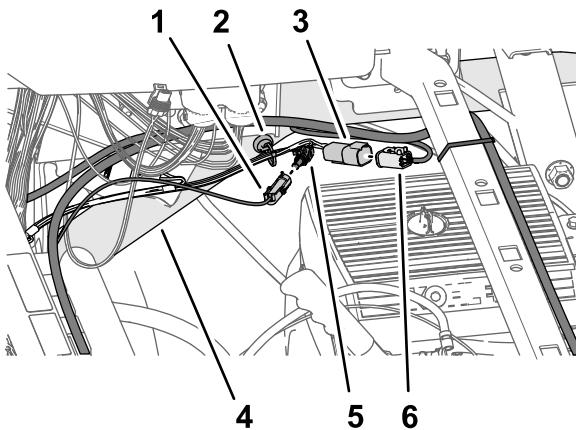

Рисунок 202
3. Подсоедините 1-штыревой разъем жгута проводов аккумуляторной батареи с маркировкой ***IMPORTANT*** ONLY CONNECT THIS WIRE TO SWITCHED 12V POWER SOURCE [*!*ВАЖНАЯ ИНФОРМАЦИЯ!*!*] Подсоединяйте этот провод только к коммутируемому источнику питания на 12 В] к 1-гнездовому разъему ответвления жгута проводов длиной 66 см из комплекта (Рисунок 202) с маркировкой SW'D PWR FOR GEN 2 TOPCON [КОММУТИРУЕМОЕ ПИТАНИЕ ДЛЯ ВЕРХ. СОЕД. 2 ГЕНЕРАТОРА]).
4. Подсоедините 4-штыревой разъем ответвления жгута проводов длиной 66 см из комплекта с маркировкой ASC 10 PWR & CAN FROM x30 (ПИТАНИЕ ASC 10 и CAN от x30) к 4-гнездовому разъему ответвления жгута проводов передачи данных с маркировкой CAN 2/ASC10 bus [шина CAN 2/ASC10] (Рисунок 202).